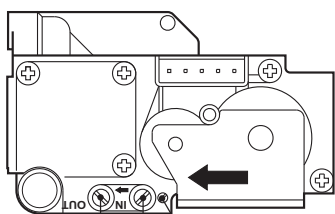

fig. 10 - Valvola gas
- Collegare un idoneo manometro alla presa di pressione "B" fig. 10 posta a valle della valvola gas
- Regolare la pressione minima attraverso la vite "D" fig. 10, in senso orario per diminuirla ed in senso antiorario per aumentarla.